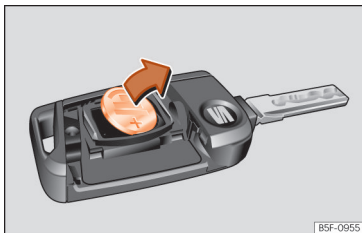

Fig. 95 Chiave del veicolo: estrarre la batteria.
- Estrarre la batteria dal vano con un oggetto fino adatto » fig. 95.
- Collocare la nuova batteria come illustrato » fig. 95 e inserirla nel vano batteria nella direzione contraria a quella indicata dalla freccia » ❷.